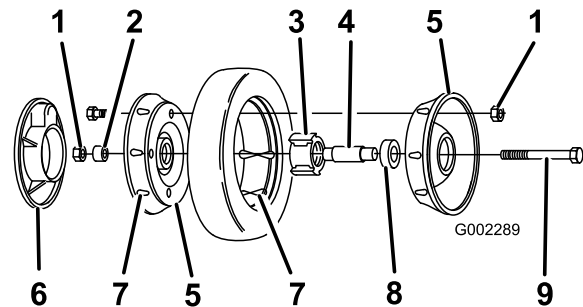

Figure 28
3. Retirez le boulon, la bague d'espacement et le contre-écrou qui fixent la roue au bras de pivot (Figure 28).
4. Séparez du pneu les deux moitiés de la roue en retirant les 4 boulons d'assemblage et leurs contre-écrous (Figure 28).
Remarque: Pour extraire les roulements de l'ensemble moyeu/roulements, appuyez sur la douille d'écartement des roulements (Figure 28).
1. Posez le pneu sur une des demi-roues, en faisant correspondre les reliefs (Figure 28).
2. Placez l'ensemble roulement/moyeu dans le trou central de la moitié de roue. Les ailes du moyeu doivent reposer sur le flasque de l'ouverture (Figure 28).
3. Posez l'autre demi-roue sur l'ensemble moyeu/roulement en faisant correspondre les trous et les reliefs de la roue et du pneu (Figure 28).
réunissez les deux moitiés de roue sans les serrer. Installez les vis ou les boulons dans les trous opposés (Figure 28).
5. Contrôlez l'alignement de toutes les pièces et serrez les vis alternativement d'un côté et de l'autre pour assurer un serrage uniforme, jusqu'à ce que les demi-roues soient réunies (Figure 28).
6. Montez et serrez les 2 boulons et les 2 contre-écrous retirés auparavant dans les trous libres des demi-roues. Retirez les 2 vis ou boulons longs et remplacez-les par 2 boulons et 2 contre-écrous (Figure 28).
7. Posez la roue sur le bras de pivot à l'aide des boulons, d'une entretoise et d'un contre-écrou. Vérifiez si la bague est bien placée entre le moyeu de la roue et le bras de pivot (Figure 28).